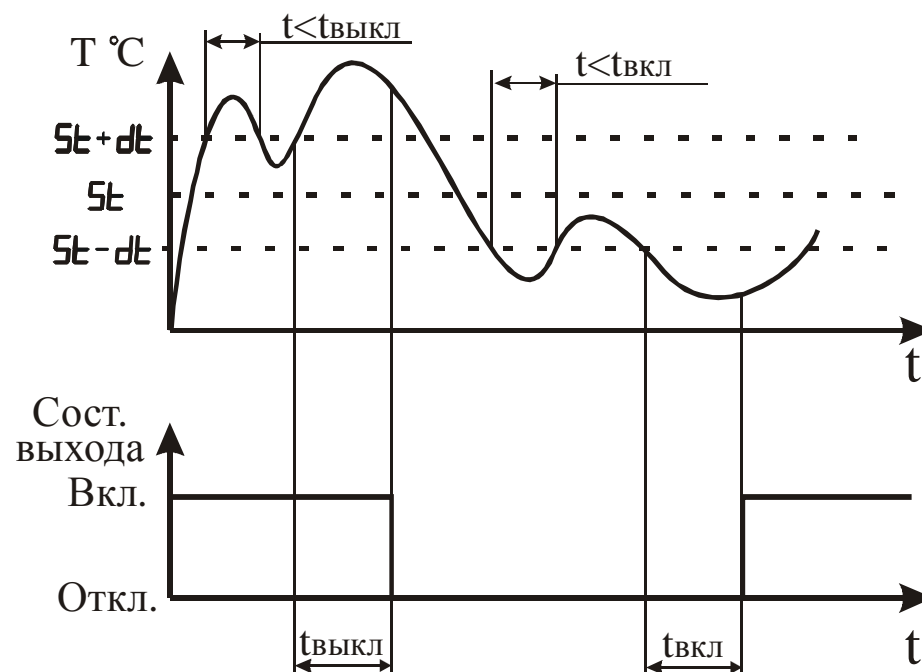

Рисунок 3.19 – Влияние параметров “Задержка включения выходного устройства” и “Задержка выключения выходного устройства” на состояние выходного устройства
3.3.3.12 Параметры “Задержка включения выходного устройства” и “Задержка выключения выходного устройства” предназначены для защиты выходного устройства от частых срабатываний. Прибор включает (выключает) выходное устройство, если условие, вызывающее изменение его состояния, сохраняется, как минимум, в течение времени, установленного в этих параметрах (см. рисунок 3.19).